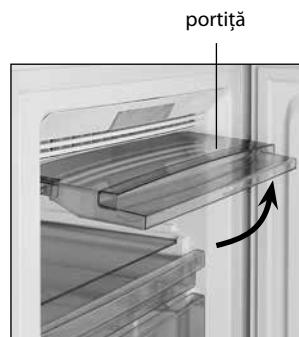

Figura 7
**3.2** Pentru a încărca produsele pe raftul de sticlă de sus ridicăți portița până la fixarea ei în poziție orizontală cum vedeti în figura 7.